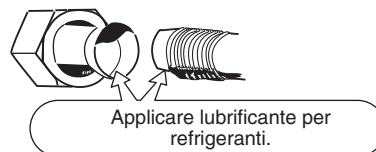

Fig. 5-4
- (1) Applicare un tappo a tenuta o del nastro impermeabilizzante per evitare che acqua e polvere cadano nei tubi non ancora in posa.
- (2) Prima di collegare i tubi si deve applicare lubrificante per refrigeranti (olio a base d'etere) all'interno dei dadi svasati. Questa serve per ridurre le perdite di gas. (Fig. 5-4)